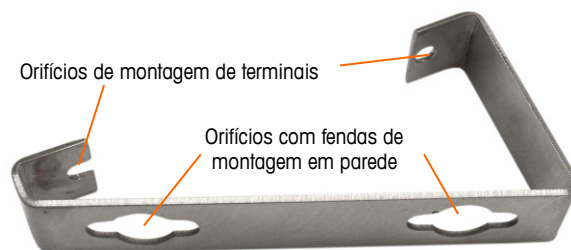
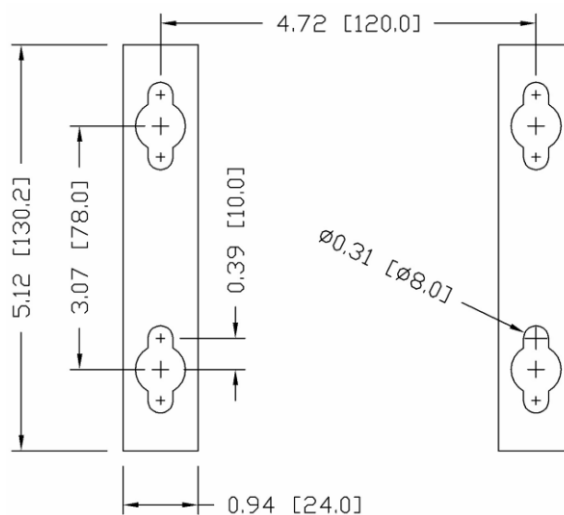

Figura 2-12: Suportes de montagem em parede
Figura 2-14: Padrão dos orifícios de montagem
Quando os suportes estiverem bem fixados à superfície na parede, o gabinete pode ser montado neles usando os quatro parafusos M4 fornecidos. Um suporte é mostrado na Figura 2-12, com os orifícios com ranhuras indicados. Os parafusos são fixados encaixando-se a chave de fenda nos orifícios com fendas.
Marque a posição dos orifícios de montagem na superfície vertical conforme as dimensões indicadas na Figura 2-14 ou segurando o terminal sobre a superfície e fazendo a marcação através dos furos do suporte.
8. Recue cada parafuso o bastante para deixar espaço para sua cabeça e a arruela chata para inserir o centro superior de um dos orifícios com ranhura nos suportes de montagem (veja a Figura 2-12 e a Figura 2-14).
6. Recue os parafusos o bastante para deixar espaço para sua cabeça e arruela chata para inserir o centro superior de um dos orifícios com ranhura (veja Figura 2-12 e Figura 2-14).
Instale o parafuso e a arruela, deixando espaço suficiente para acomodar o orifício com ranhura no suporte – veja a Figura 2-12 e a Figura 2-14.
Coloque os orifícios nos suportes do terminal sobre os fixadores, e deslize o terminal firmemente para que cada fixador e arruela encaixem nas ranhuras do suporte (veja Figura 2-12).